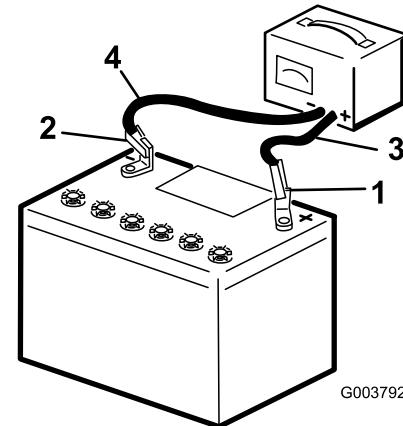

Bild 39
- 2. Laden Sie die Batterie für 10-15 Minuten mit 25 A bis 30 A oder 30 Minuten lang mit 4 A bis 6 A (Bild 39). Überladen Sie die Batterie nicht.
- 3. Wenn die Batterie voll geladen ist, ziehen Sie den Stecker des Ladegeräts aus der Dose. Klemmen Sie dann die Klemmen des Ladegeräts von den Batteriepolen ab (Bild 39).